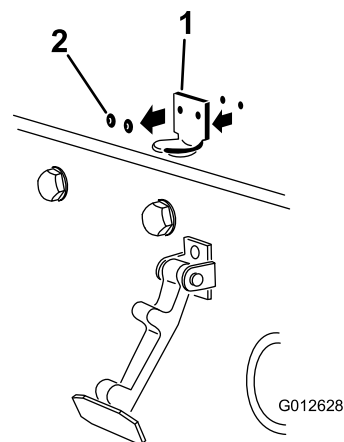

Figura 4
2. Retire os dois rebites que prendem o suporte do trinco ao capot (Figura 4).